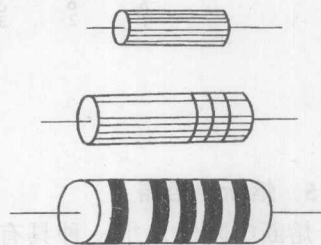

图 1-7 有机实心电阻器外形
6. 有机实心电阻器 有机实心电阻器是由颗粒状导电物(炭黑、石墨等)、填充物(云母粉、石英粉、玻璃粉、二氧化钛等)和有机粘合剂(如酚醛树脂等)等材料混合并热压成形后, 再装入塑料外壳内制成的, 其外形见图 1-7 所示。